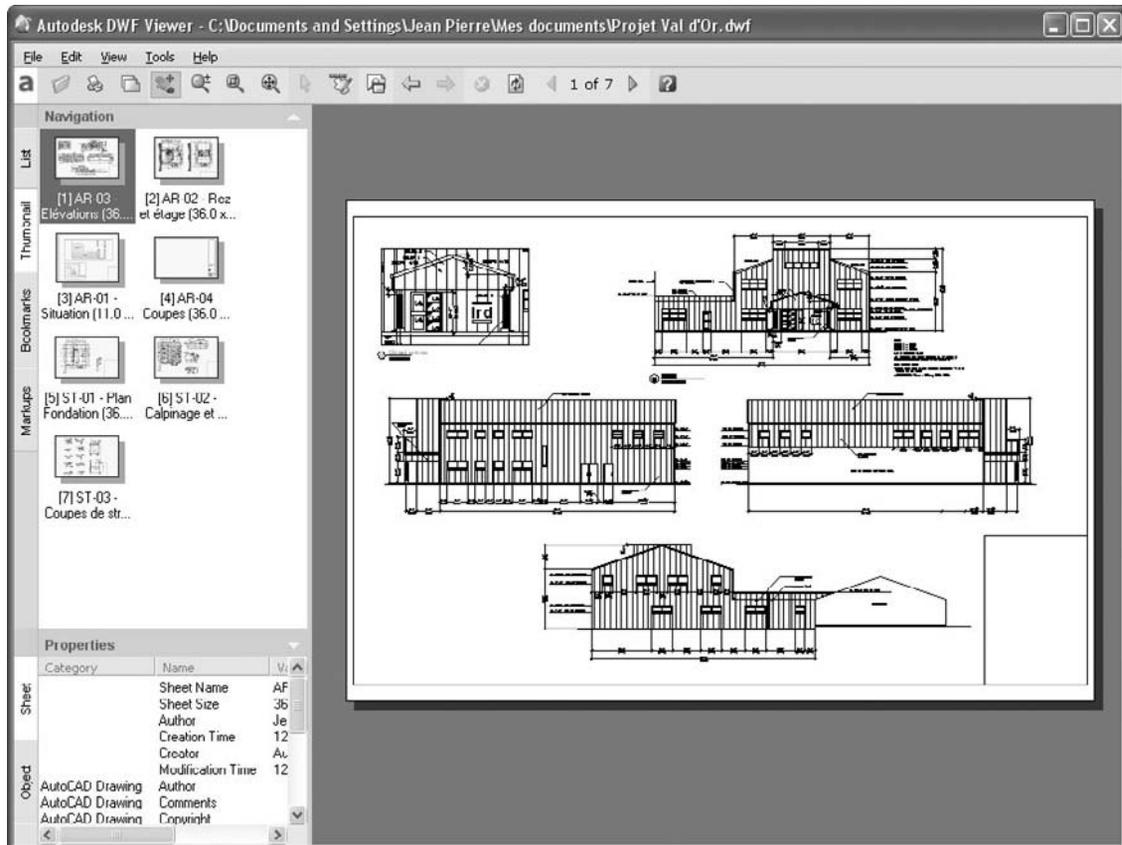

Fig.23.29
- 4 Pour visualiser le fichier DWF, il suffit de lancer le programme Autodesk DWF Viewer livré avec AutoCAD et d'ouvrir le fichier DWF (fig.23.29).